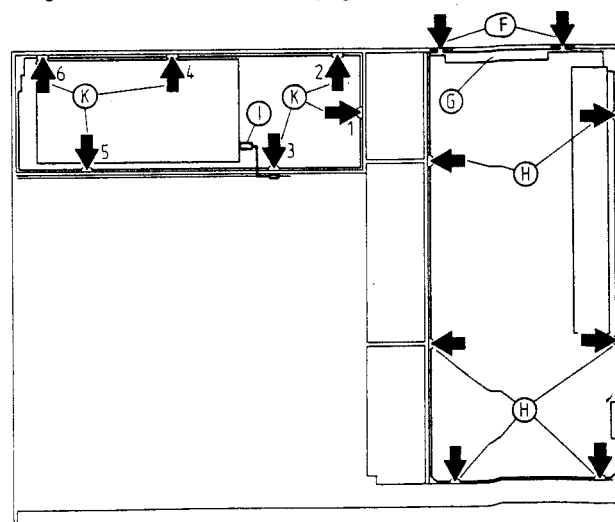
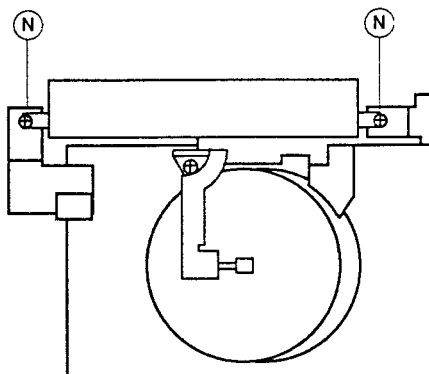

Fig. 3
Fig. 4
- Rastnasen (F) lösen und den Halter (G) herausziehen (Fig. 3).
- Rastnasen (H) lösen. Dabei Chassisplatte vorsichtig mit geringem Zug austrasten.
- Masseleitung (I) abziehen (Fig. 3)
- Rastnasen (K) lösen. Dabei Netzteil vorsichtig mit geringem Zug ausrasten.
- Schrauben (N) entfernen und Kopfverstärker nach oben herausziehen (Fig. 4).
- Pull out chassis connection (I) (Fig. 3).
- Release the locking catches (K). For this carefully unlock the catches using the minimum force.
- Remove the screws (N) and lift the head amplifier upwards to remove it (Fig. 4). – Unplug the connectors if necessary (Para. 9).